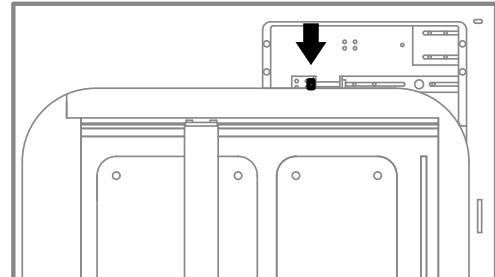

Abb. 12.65 Schraube die markierte Schraube mit einem Drehmomentschlüssel fest.
10. Ziehe die markierte Schraube mit einem Drehmomentschlüssel an (Abb. 12.65). Ziehe die Antriebskordel mit einem Wert von 21 Ncm an.